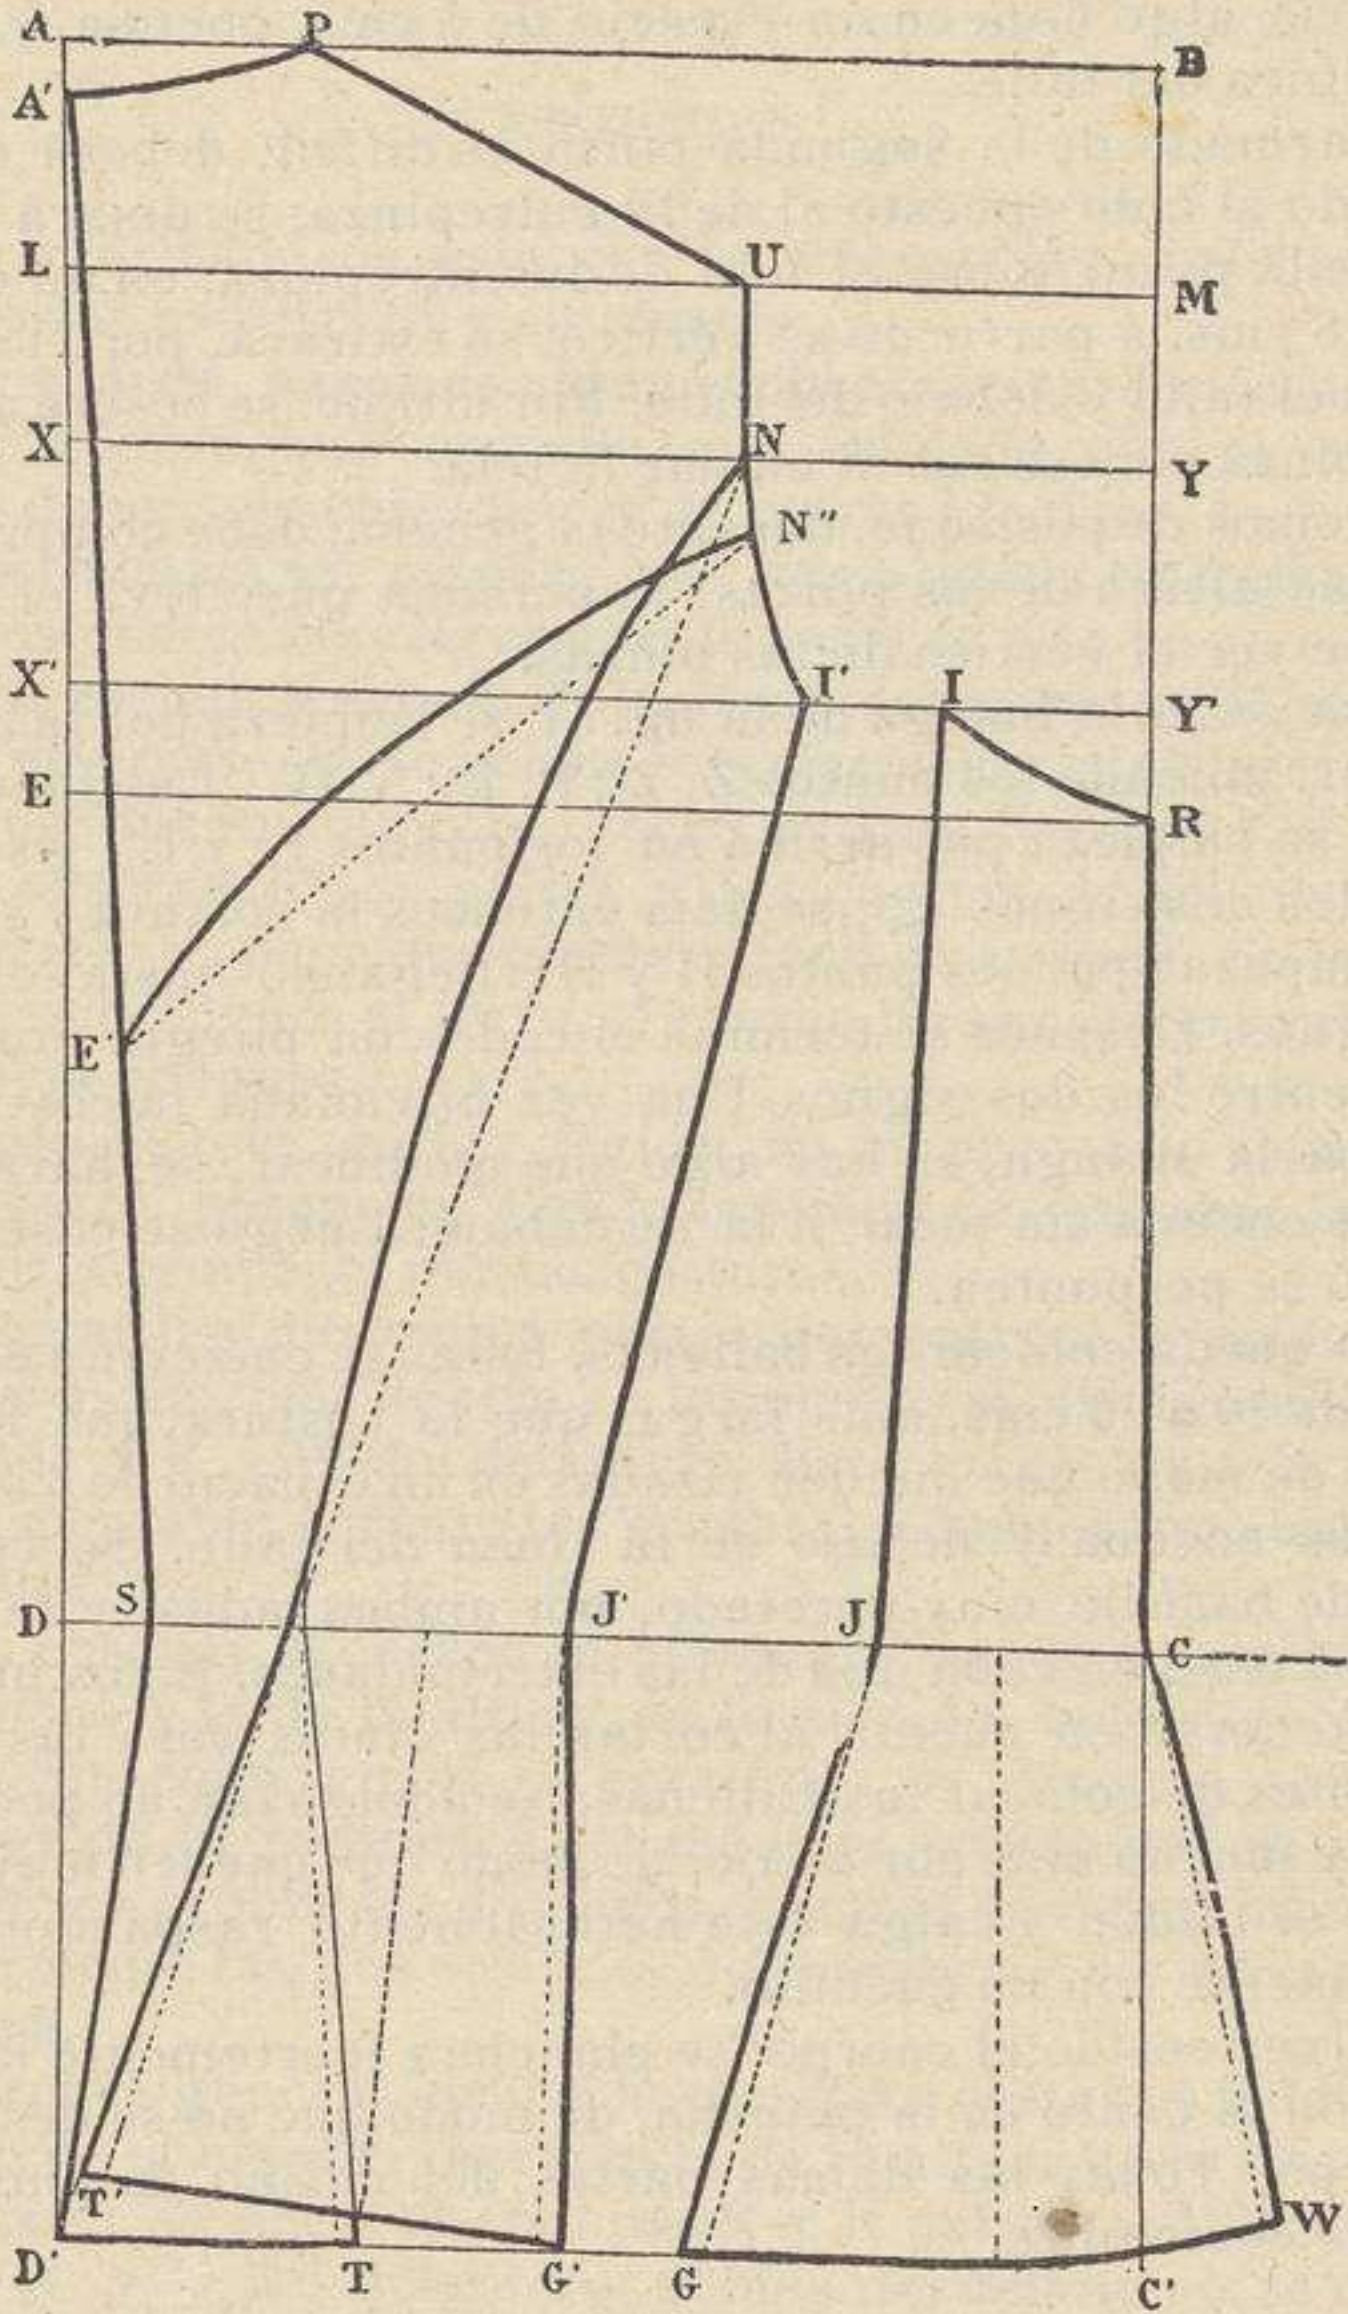

Fig. 52 ( $\frac{1}{5}$  del tamaño real).—Primer trazado del canesú.
**Espalda.**—Se adelanta el punto E (fig. 52), hasta la línea AS, y se coloca la letra E'. Se unen E' y N con una oblicua punteada y luego con una curva distante  $\frac{1}{2}$  cm. de la mitad de la oblicua.